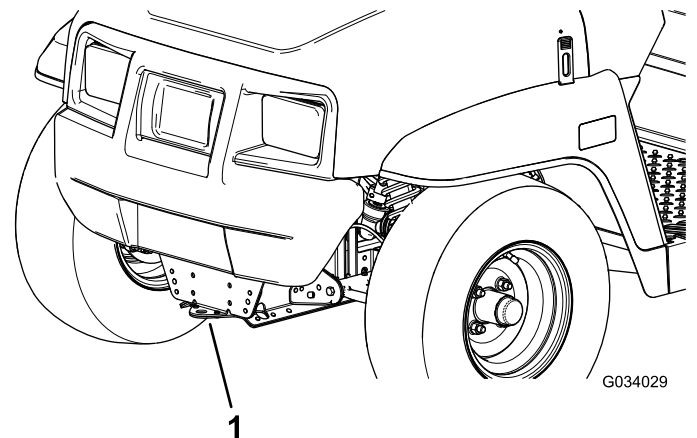
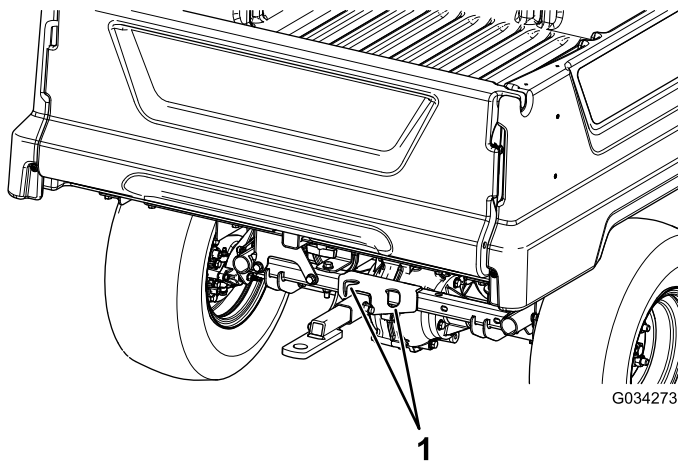

图 20
图 21
长距离移动时请使用带全宽斜面的拖车。确保机器稳固绑定到拖车上。参见**图 20**和**图 21**查看机器栓系点的位置。
2. 将拖绳系在机器机架前面的牵引杆上 图 20。